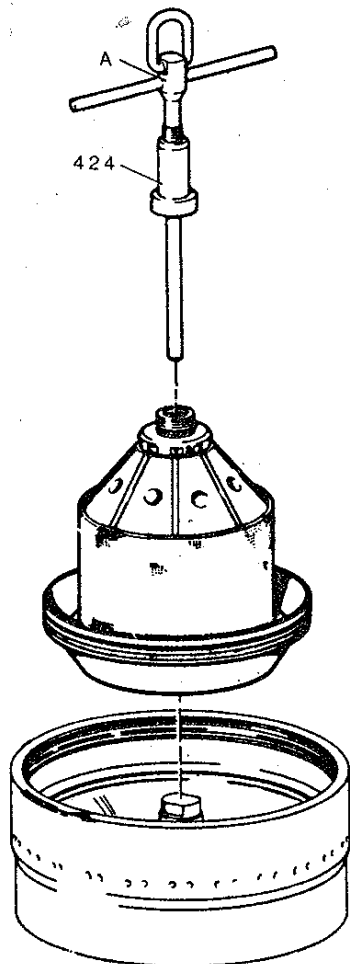

Fig. 4/4b
- 8) Insertar las juntas 262 y 266 en las ranuras del distribuidor 260 (fig. 4/4a), procediendo de la misma manera como para el pistón deslizante. Observar también las siguientes instrucciones: